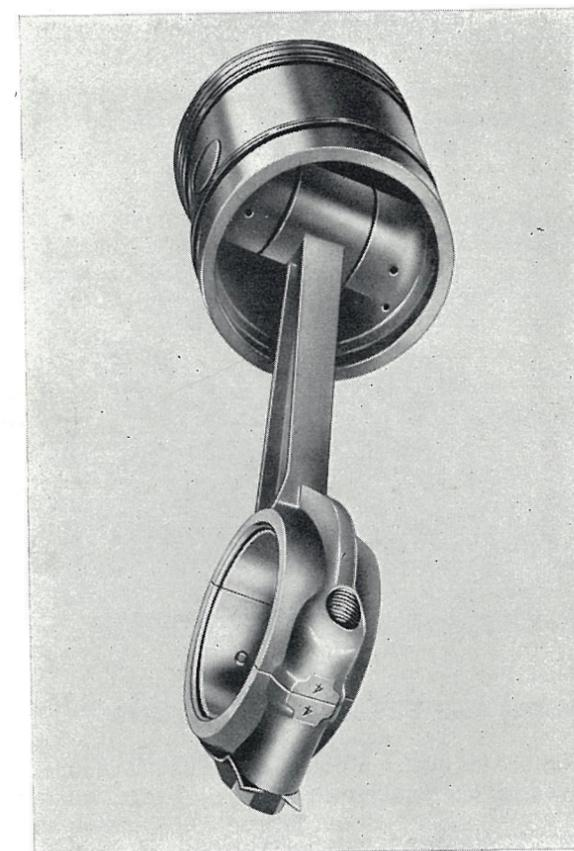

FIG. 19
**Nota.** — Avant de sortir pistons et bielles du moteur, s'assurer que les têtes de bielle et leur chapeau portent bien un numéro poinçonné indiquant leur emplacement dans le moteur (voir fig. 19). S'il n'en était pas ainsi, le marquage devrait être fait par les soins du mécanicien afin de remonter les bielles dans leur position d'origine. Procéder de même pour les têtes de piston.